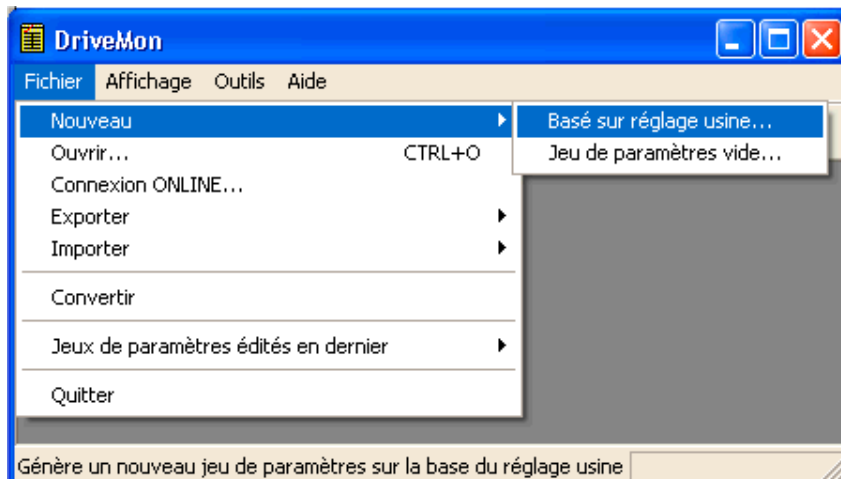

Fig. 5-11 Création d'un nouvel entraînement
*Fichier* → *Nouveau* → ... permet de créer un nouvel entraînement à paramétrer (voir Fig. 5-11). Le système génère un fichier de chargement (\*.dnl comme download), dans lequel sont rangés les caractéristiques du variateur (type, version de variateur). Le fichier download peut être créé soit sur la base d'un jeu de paramètres vide, soit sur la base du réglage usine.